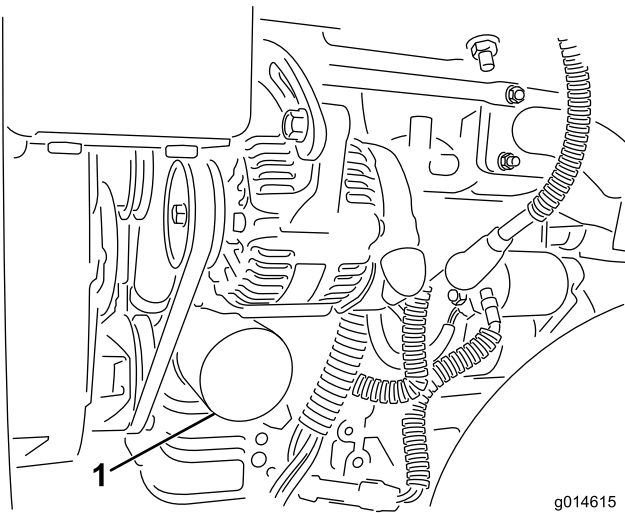

Bild 44
2. Entfernen Sie den Ölfilter (**Bild 44**). Ölen Sie die neue Dichtung am Ölfilter leicht mit frischem Öl ein.